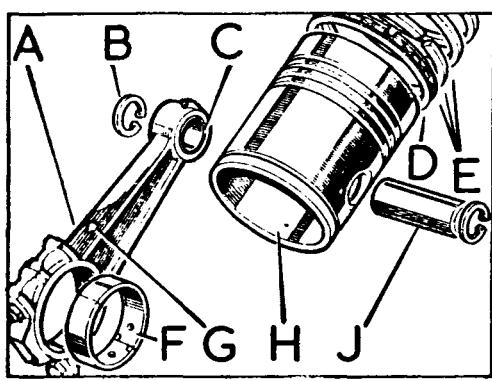

Fig. A1-103A Pistón y biela desmontados
- 1.2. Extraer los arillos, B (Fig. A1-103A) y los bulones, J.